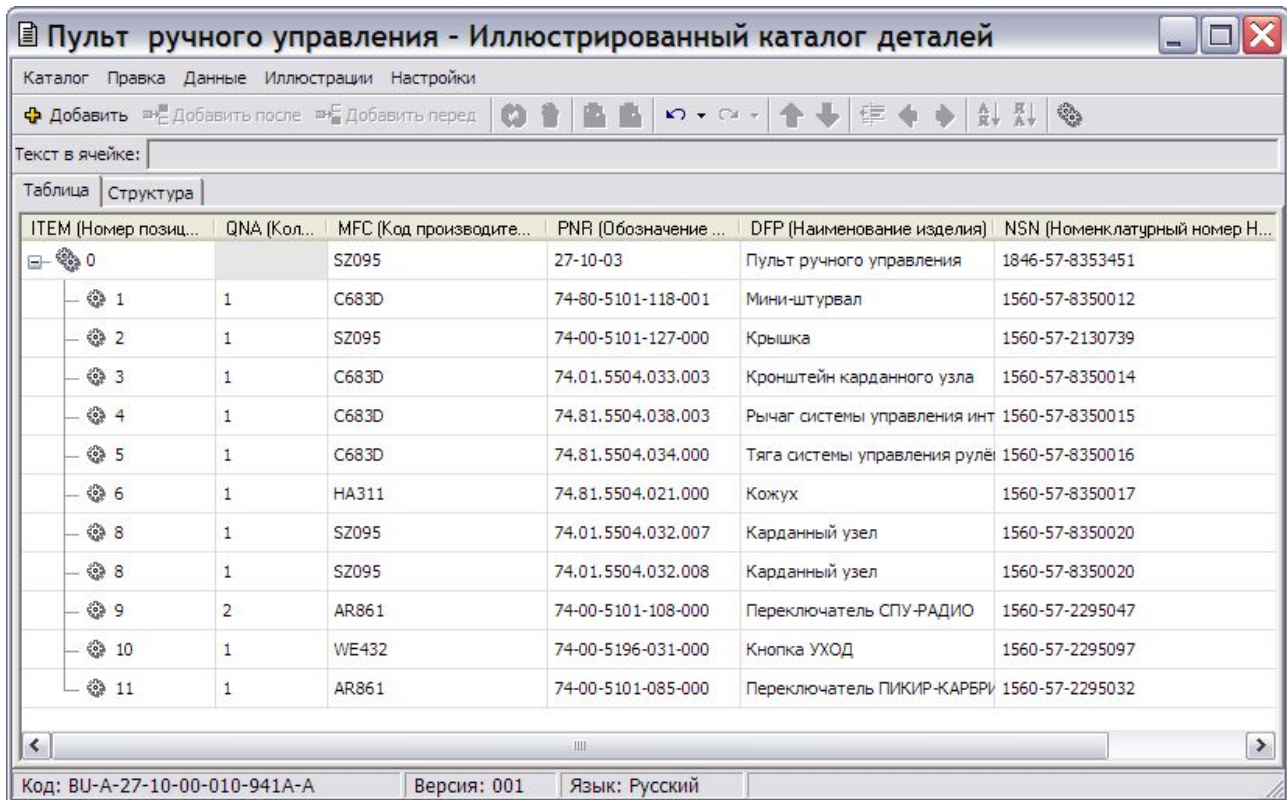

Рис. 4.44
3. Выберите версию модуля данных и откройте ее для редактирования. При этом откроется окно редактора (Рис. 4.44).
1. Выберите меню **Иллюстрации** (Рис. 4.44). При этом откроется окно **Иллюстрации каталога** (Рис. 4.45).